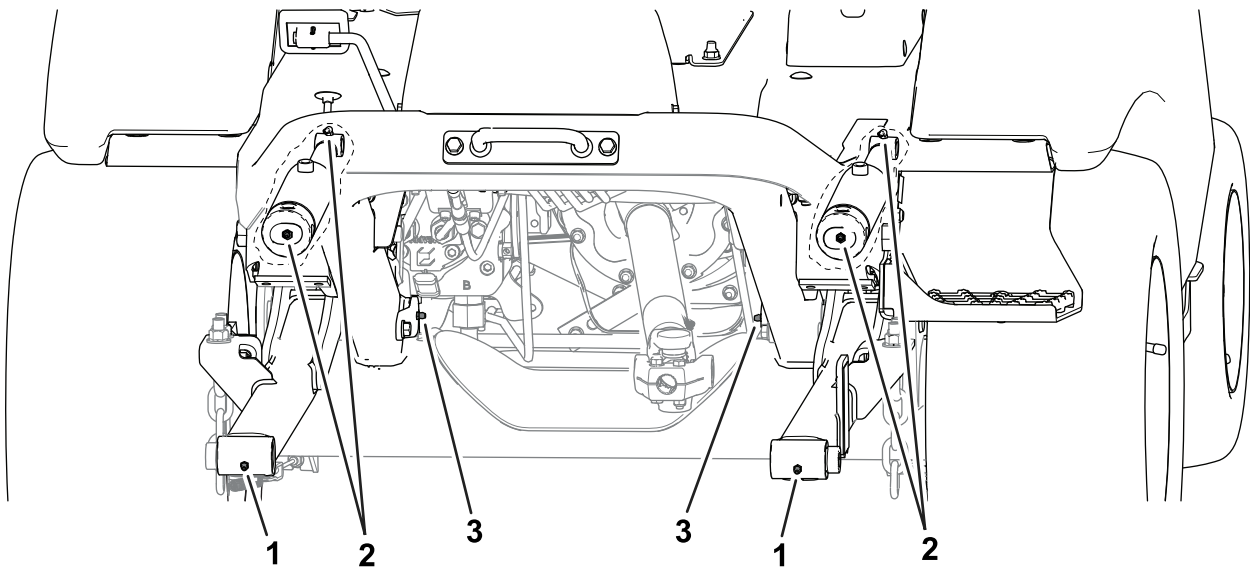

Bild 51
- **Vorderseite der Maschine (Bild 51):**
- Drehgelenke des Anbaugeräts (2)
- Hubzylinderbüchsen (2)
- Hubarm-Lagerbolzen (2)